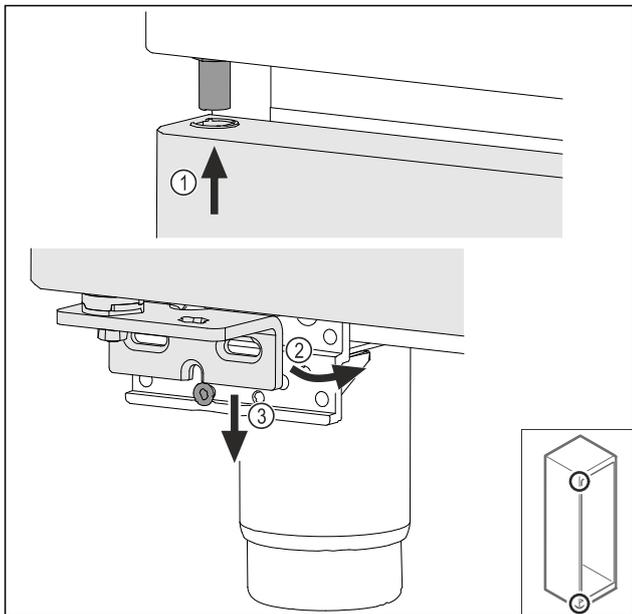

Fig. 74
- Inserire la porta leggermente inclinata in alto Fig. 74 (1),addrizzare la porta Fig. 74 (2) e posizionarla in basso sulla vite del blocco di supporto Fig. 74 (3).